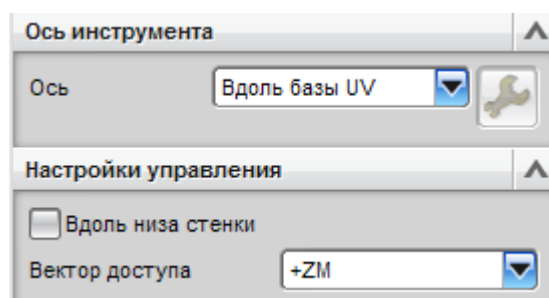

Рис. 2.58. Настройки ориентации оси инструмента
- если есть неправильные отводы инструмента (много материала не обрабатывается), попробуйте изменить опции оси инструмента или настройки инструмента (см. рис. 2.58);